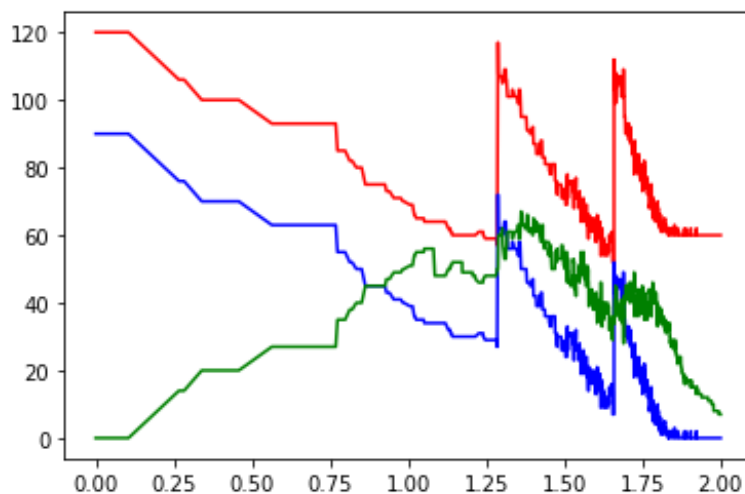

Fig. 2 – Quantidade de átomos P (curva vermelha), de átomos Q (curva azul), e de moléculas R (curva verde) em função do tempo.
- Um gráfico que mostre a evolução da quantidade de P, Q, e R no recipiente desde o tempo 0 até ao tempo T_S (cf. exemplo na Fig. 2)